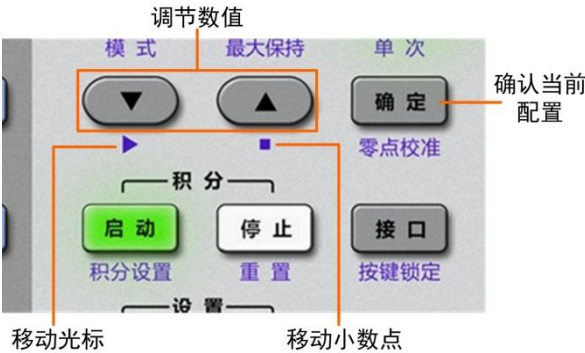
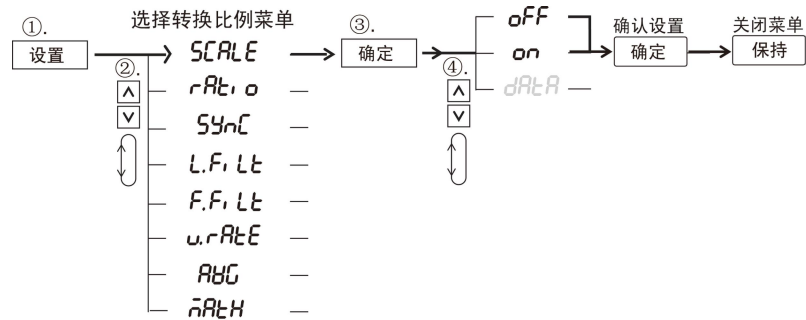

图 6.21 通用键操作说明
图 6.22 开启/关闭转换比例功能
按下前面板上的“设置”按键进入设置菜单“SETUP”(如图 6.21 的 A 屏所示),然后通过如图 6.21 标注②处所示的通用键,进入如图 6.21 的 B 屏所示的外部 VT/CT 比例常数设置菜单“SCALE”,进行转换比例配置,相关菜单操作流程见图 6.22。